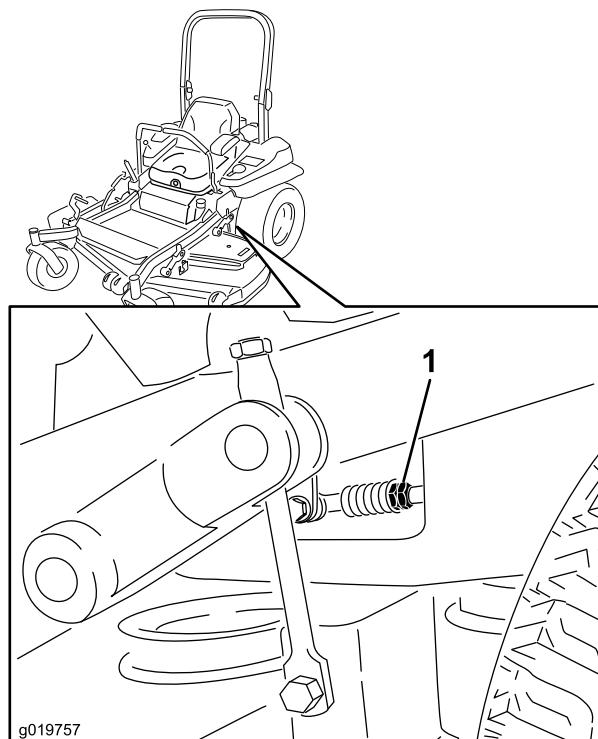

Figura 83
7. Ponga las palancas de control de movimiento en la posición de punto muerto. Ajuste la longitud de las varillas de control de las bombas girando las tuercas dobles de la varilla en el sentido apropiado, hasta que las ruedas se muevan ligeramente en marcha atrás (Figura 83). Mueva las palancas de control de movimiento a la posición de marcha atrás y, aplicando una ligera presión a la palanca, deje que los muelles de marcha atrás devuelvan las palancas a punto muerto. Las ruedas deben dejar de girar o moverse muy lentamente en marcha atrás.